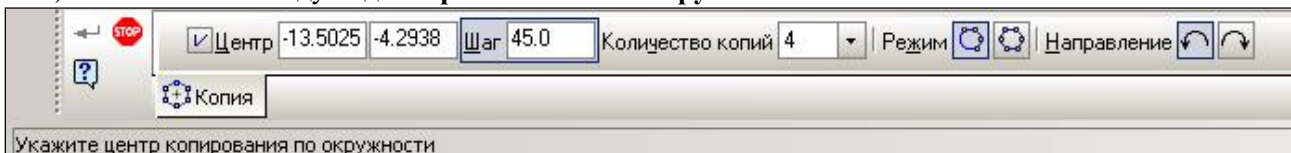

Рис. 8.4. Панель свойств операции **Редактор⇒Копия⇒По окружности**.
Панель свойств выбранной команды (рис. 8.4) содержит новые для нас поля ввода и кнопки-переключатели:
2.7. Обновите изображение (кнопка ). Сравните полученное изображение с рис. 8.4.